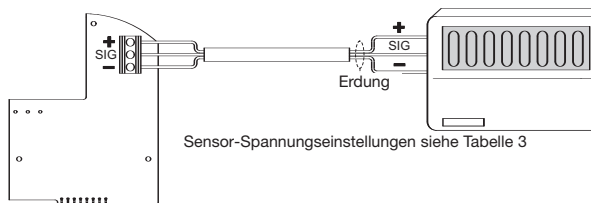

Abbildung 9: Xgard Typ 3, elektrische Anschlüsse
2. Sicherstellen, dass alle elektrischen Anschlüsse korrekt gemäß Abbildung 9 vorgenommen wurden.